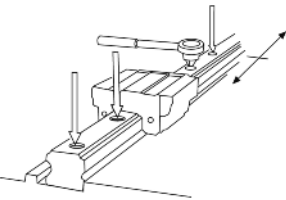

Abb. 6 Festziehen der Befestigungsschrauben
4. Die Befestigungsschrauben mit einem Drehmomentschlüssel auf das vorgeschriebene Drehmoment festziehen (s. Tabelle 1, Seite 7 und Abb.6).